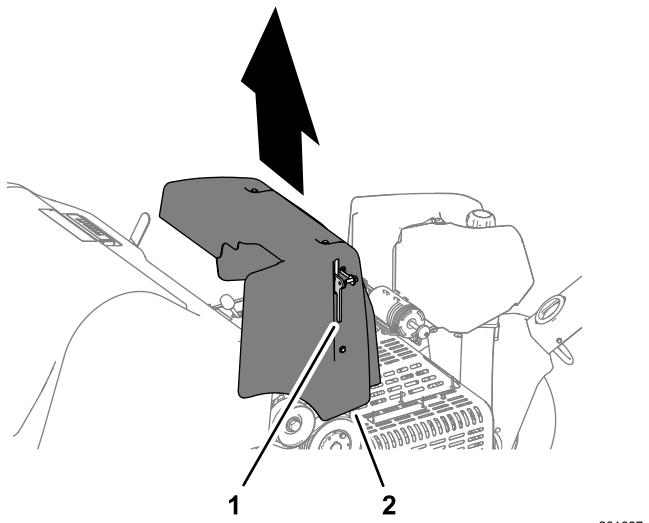

Figura 31
2. Levante la palanca de enganche del capó y eleve el capó de la máquina (Figura 31).
2. Levante la palanca de enganche del capó y retire el capó de la máquina (Figura 31).